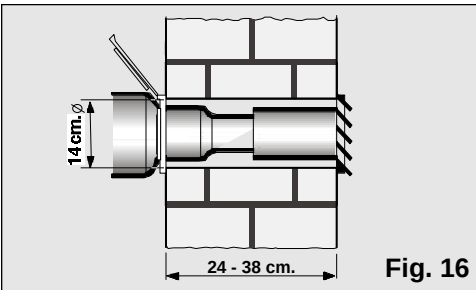

Fig. 16
- ☐ Para expulsar el aire caliente a través de la pared se necesita practicar un orificio de 14 cm. de diámetro en la misma para colocar el pasamuros, **Fig. 16**.